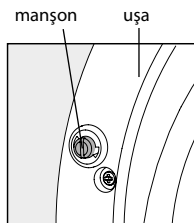

Figura 13
5.7.1 Blocarea ușilii este prevăzută în unele modele de mașini, pentru a evita pornirea accidentală mașinii, spre exemplu de către copii. Pentru a bloca ușa de la închidere, rotiți manșonul așa cum se arată în Figura 13, cu o șurubelniță în sensul ceasornic până când se oprește - fișa iese înainte și nu va permite ca ușa să se închidă. Pentru a debloca ușa înainte de spălare trebuie să acționați în ordine inversă.